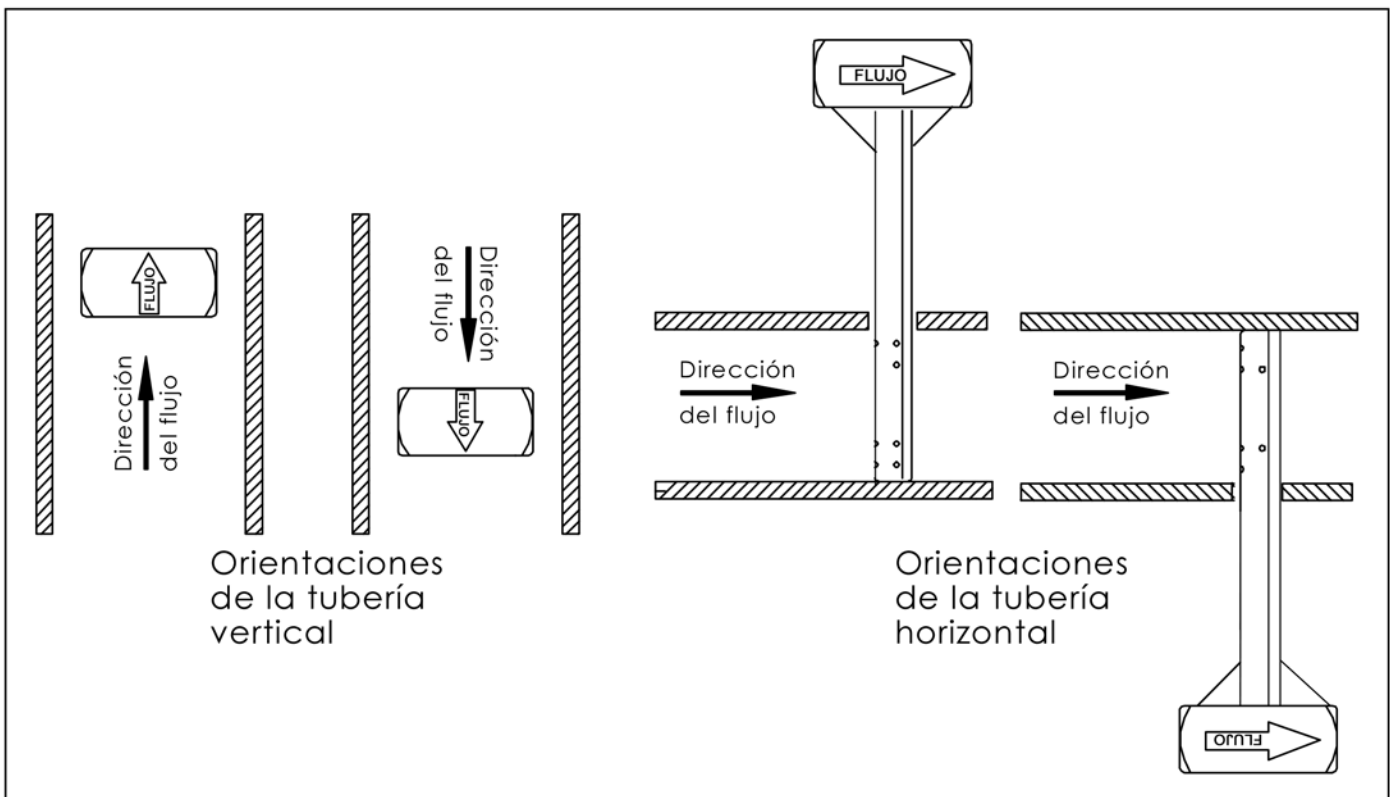

Figura 7. Orientación de la flecha del flujo
- Alinee el cabezal del sensor de manera que la flecha rotulada “FLOW” (FLUJO) en el cabezal quede en la dirección del flujo de la tubería dentro de los 3° (figura 7). Mantenga el cabezal en esta posición durante el resto de las tareas de instalación.